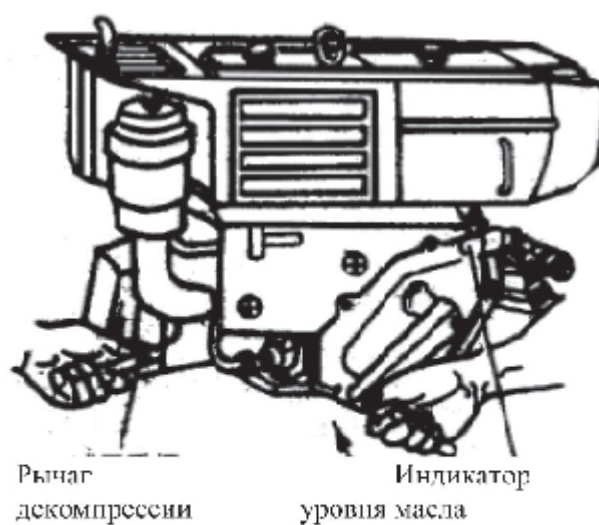

Рис. 3 Удаление антикоррозионного масла
2. Снимите выхлопную трубу, вставьте пусковую ручку в соответствующий вал, поверните рычаг лекомпрессии левой рукой и проворачивайте двигатель при помощи пусковой рукоятки, чтобы удалить антикоррозийное масло из цилиндра. Вращайте пусковую рукоятку до тех пор, пока масло не перестанет вытекать с выхлопного отверстия. После этого установите в прежнее положение выхлопную трубу, как показано на рис. 3.